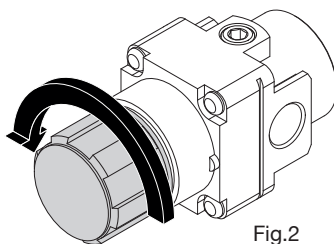

Fig.2
- 4. Gire en el sentido contrario de las manecillas del reloj para cerrar completamente el regulador.** Fig.2